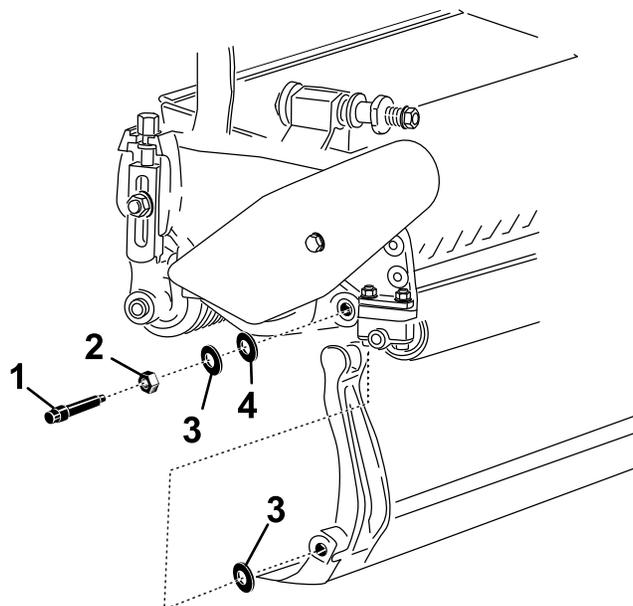

图22
取下底刀架两端的 2 个尼龙垫圈和 1 个钢垫圈 图22。
3. 将尼龙垫圈放在侧板凸起的一侧。在两个尼龙垫圈的外侧各放一个钢垫圈 图22。